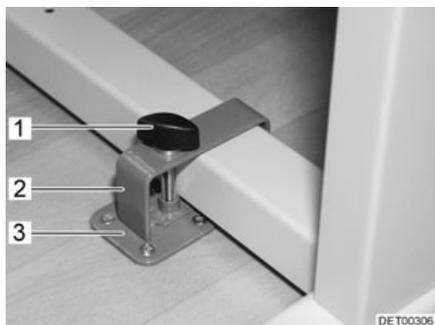
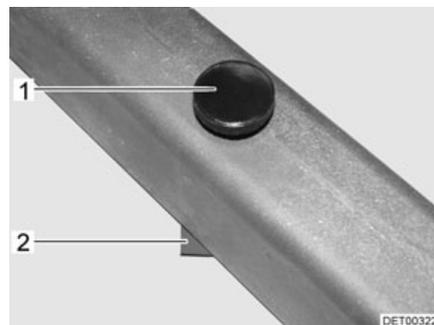

Fig. 81 Bloqueo mesa abatible con estribo
Fig. 82 Bloqueo mesa abatible sin estribo
- Colocar la mesa abatible junto a la sujeción (Fig. 81,3) o sobre la sujeción (Fig. 82,2).
- Colocar el estribo (Fig. 81,2) con el tornillo de sujeción (Fig. 81,1) sobre la pata de la mesa.
- Desplazar el estribo y de ser necesario la mesa abatible de tal manera que el tornillo de sujeción (Fig. 81,1 ó Fig. 82,1) pueda atornillarse en la sujeción (Fig. 81,3 ó Fig. 82,2).